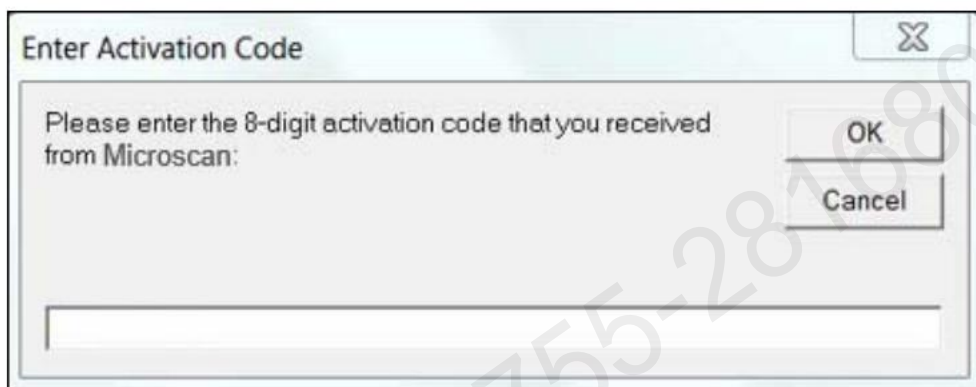

图4: [Enter Activation Code]窗口
3. 点击[Custom applications (multi-sector)]旁边的[not available (click here to enter activation code)]。显示[Enter Activation Code]窗口(图 4)。输入从本公司或销售代理店获取的 8 位激活码，然后点击[OK]。